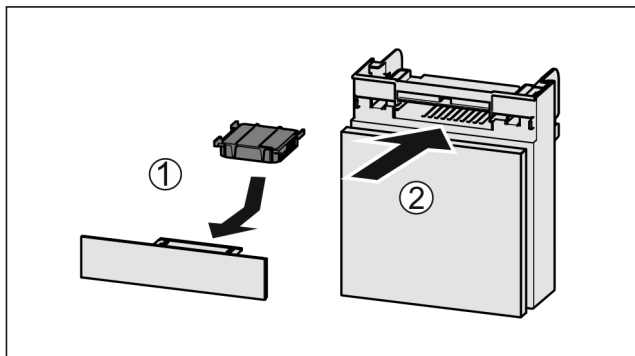

Fig. 83
- ▶ Anbring aktivkulfilteret som vis på billedet Fig. 83 (1).
- ▶ Skub rummet ind Fig. 83 (2).